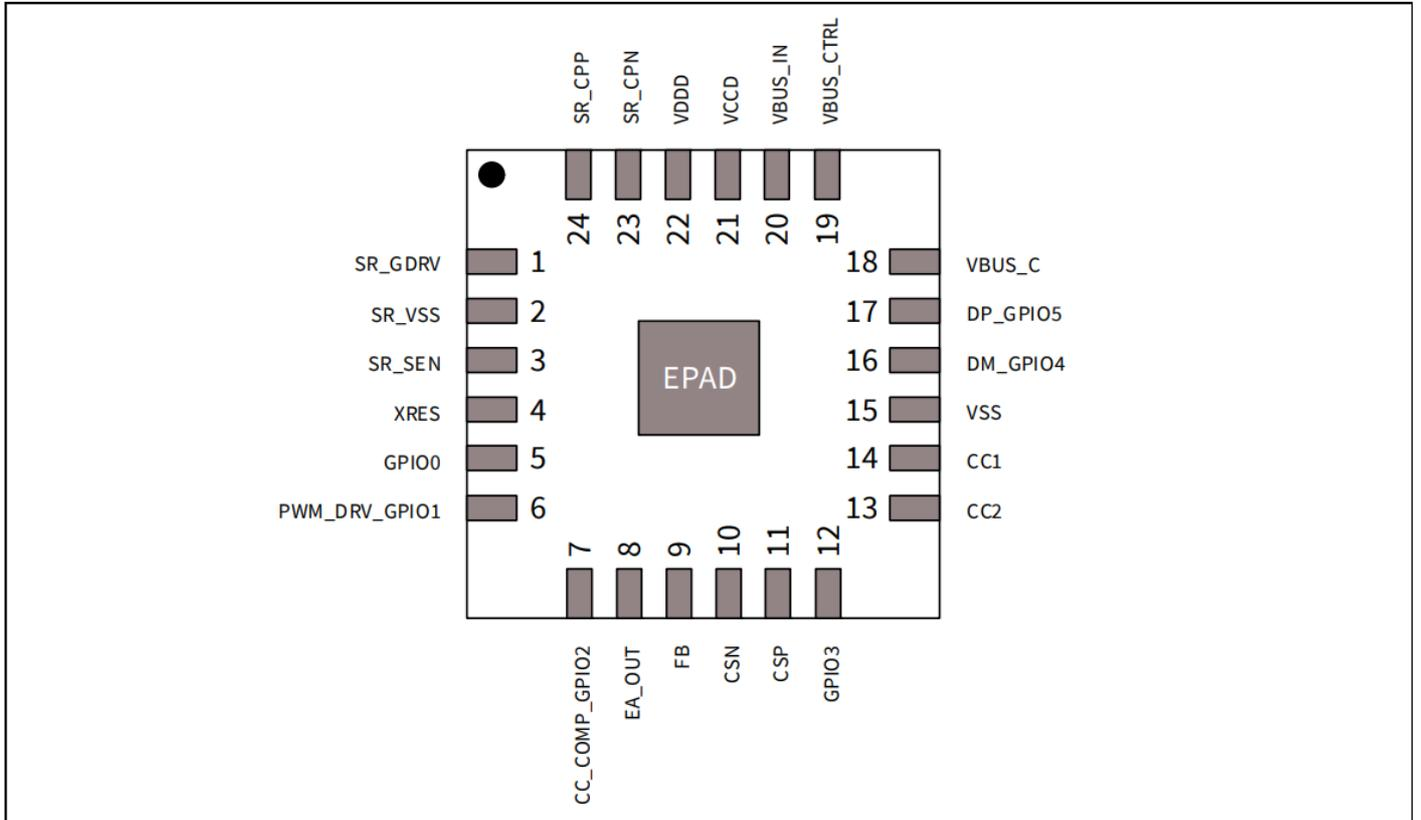
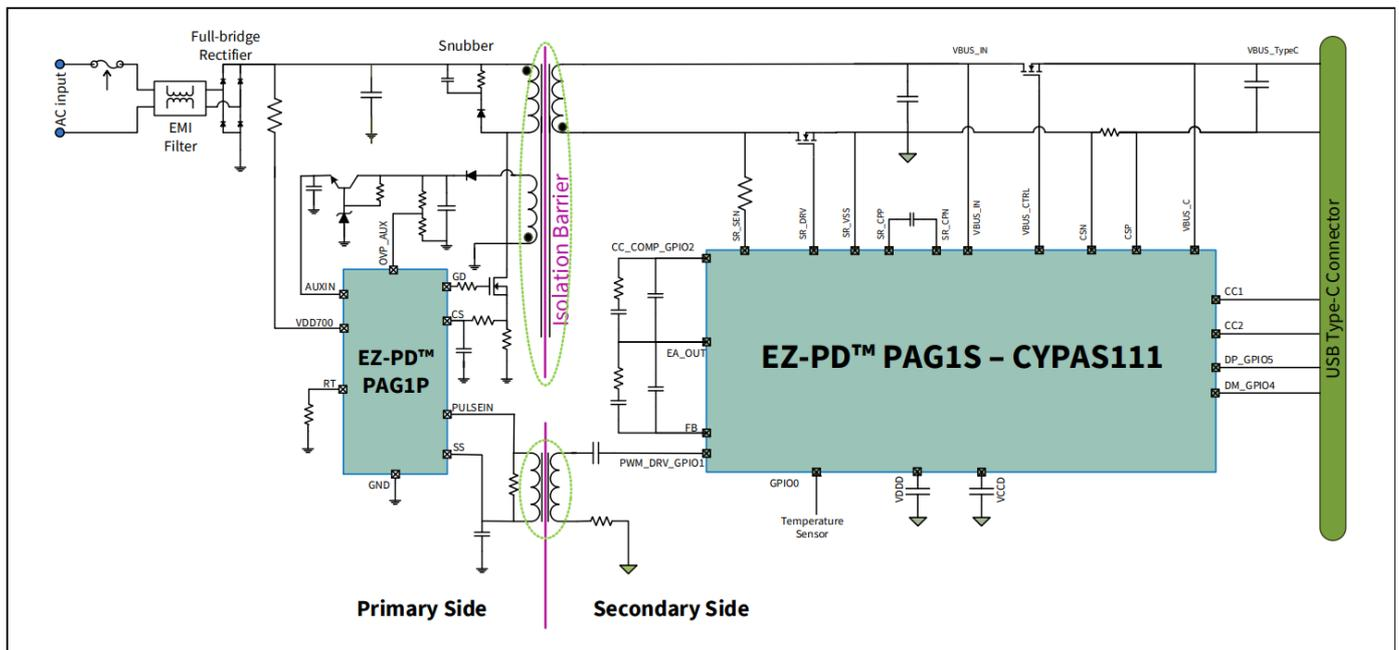

图1 24脚QFN引脚图
图6 带次级侧控制的电源适配器应用图
EZ-PD™ PAG1S 集成了两个误差放大器模块，用于处理恒压 (CV) 和恒流 (CC) 模式的次级输出感应和调节。该模块负责恒压和恒流操作。误差放大器的输出馈入内部模拟 PWM 模块。误差放大器的负输入为反馈 (FB) 引脚，正输入为 0.744 V 的内部参考电压。FB 引脚具有 200 k Ω 和 35 k Ω 的内部电阻分压器，当 VBUS_IN 为 5 V 时，该分压器将 FB 引脚的默认电压设置为 0.744 V。根据所需的 VBUS_C 输出，FB 引脚上的电压将通过内部电流源/接收器 IDAC 而变化。FB 引脚和 EA_OUT 引脚之间需要一个外部补偿网络，如图 6 所示。
恒流操作利用内部低侧电流检测放大器 (LSCSA)，其输出馈入独立的误差放大器，如图 1。恒流源参考误差放大器可在 0.4 V 至 2.1 V 之间编程。恒流模式调节需要在 CC_COMP_GPIO2 和 EA_OUT 之间添加外部补偿网络，如图 6 所示。EZ-PD™ PAG1S 误差放大器可确保 3.3 V 至 21.5 V 范围内的恒压调节和 1 A 至 3 A 范围内的恒流调节，符合 USB PD PPS 规范的要求。
图 6 展示了一个电源适配器应用框图，该应用框图实现了次级侧控制的同步反激系统。在该系统中，EZ-PD™ PAG1S 以电压模式控制方式调制初级 MOSFET 的脉冲宽度。EZ-PD™ PAG1S 启动误差放大器和可编程斜坡发生器来确定 PWM 的脉冲宽度。该 PWM 信号通过脉冲变压器从次级侧传输到初级侧。初级侧控制器可以是任何标准的初级侧启动控制器，如图 6，EZ-PD™ PAG1P 与 EZ-PD™ PAG1S 一起用作主控制器。在此拓扑结构中，EZ-PD™ PAG1S 集成了三个关键功能：次级侧控制、同步整流和充电端口控制器。